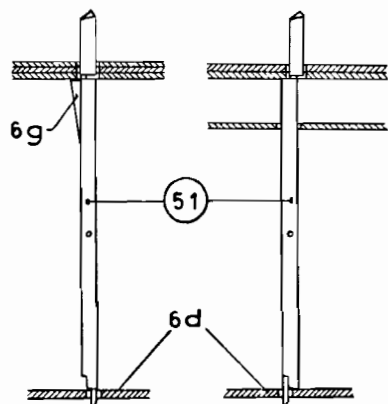
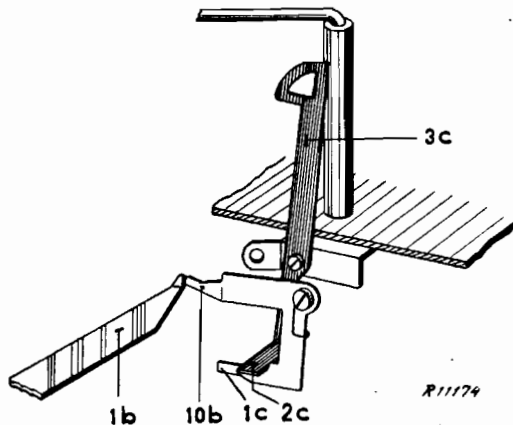

fig.6
fig.8
WISSELEN EN AFTASTEN (Fig. 6, 8 en 20).
(Dit is voor het spelen van 25 cm. platen). In de wisselplaat zit verder een sleuf (9d), waarin het schaarstuk van de centruppen past. Als nu de wisselplaat zijn uiterste stand heeft bereikt is de schouder (6g) van het schaarstuk waar de platen op rusten geheel naar binnen getrokken. (Fig. 6). De onderste plaat heeft nu geen steun meer en valt op de draaitafel. Als nu een 30 cm. plaat naar beneden komt, valt deze op de aftaster die naar achteren wordt geduwd. De lip (2c) aan de onderkant van de aftaster verlaat de bovenste trap van de grendel (1c). Het volgende ogenblik verlaat deze grendel de rug (1a) op de commandoschijf (9) en door een torsieveertje (21) wordt de grendel omhoog gedrukt. De aftaster staat nu in de onderste trap van de grendel. (Fig. 8).
(Fig. 6, 12, 19 en 20)
Als de laatste gramfoonplaat is gevallen, komt de platendrukker (94) met de verende centreerplaat te rusten op de steunrug (6g) van de centrumpen (51). (Zie Fig. 6). Na het afspelen van de laatste plaat heeft er een normale wisseling plaats, doch nu zakt de platendrukker (94) verder door en het drukstuk (5c) aan de onderkant van de leidstang (23) drukt de grendel (9b-4c) omhoog. De stuurhaak (1b) van de gramfoonopnemer vindt, door de lip (9b) op deze grendel, zijn weg versperd.
WISSELEN (Zie Fig. 6 en 20).
(Zie Fig. 8, 19 en 20).